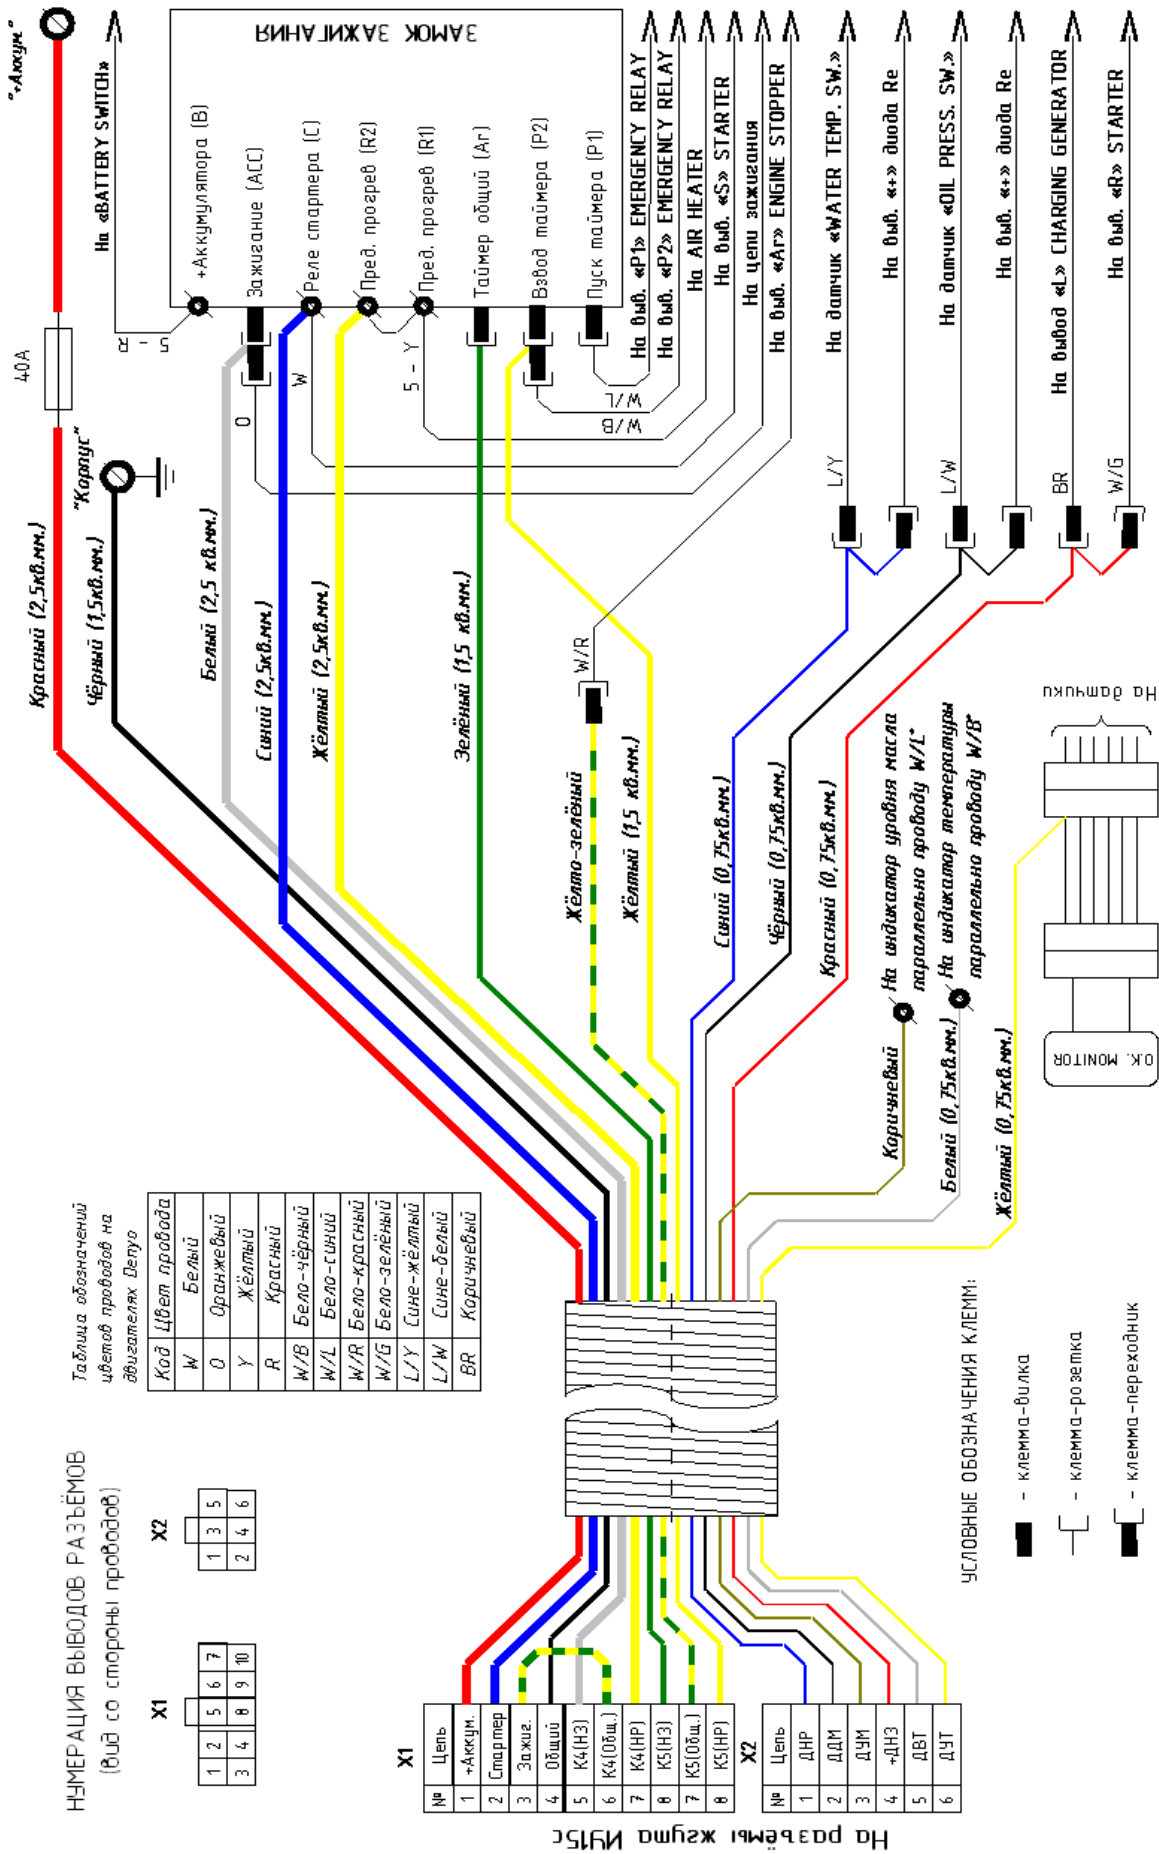

Рис.1. Схема подключения универсального жгута «DCA45»
- 2) Изучите внимательно схему электропроводки ГС (см. рис.6) и схему подключения жгута-переходника (см. рис.1).